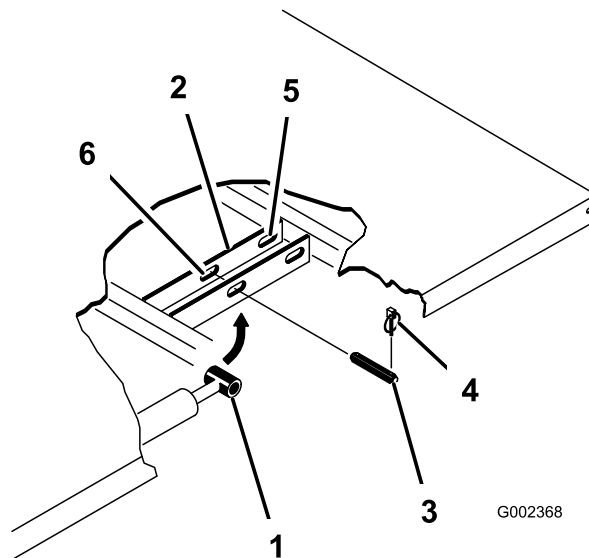

Figura 23
3. Îndepărtați cuiele de osie de la capetele exterioare ale tifturilor cu cap și gaură tijă cilindru (Figura 23).
4. Îndepărtați tifturile cu cap și gaură care fixează capetele tijei cilindrului pe plăcile de montare platformă împingând tifturile spre interior (Figura 23).
5. Îndepărtați cuiele de osie și tifturile cu cap și gaură care fixează suportii pivot de canalele cadrului (Figura 23).